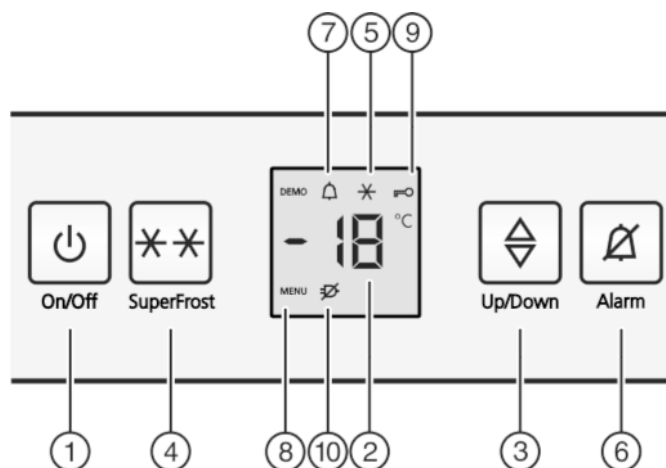

Fig. 2
- Appuyer sur la touche On/Off Fig. 2 (1).
- ▷ L'appareil est enclenché. L'affichage de la température et le symbole Alarme Fig. 2 (7) clignotent jusqu'à ce que la température soit suffisamment froide.
- ▶ Activer le mode de réglage : appuyer sur la touche SuperFrost Fig. 2 (4) pendant env. 5 secondes.
- ▷ Le symbole Menu Fig. 2 (8) apparaît dans l'affichage.
- ▶ Confirmez en appuyant brièvement sur la touche SuperFrost Fig. 2 (4).
- ▷ Le symbole Sécurité enfants Fig. 2 (9) s'allume dans l'affichage.
- ▶ Appuyer brièvement sur la touche On/Off Fig. 2 (1).
- ▷ Le symbole Sécurité enfants Fig. 2 (9) s'éteint.
- ▶ Appuyer sur la touche Alarme Fig. 2 (6).
L'affichage de la température clignote en même temps que le symbole Alarme Fig. 2 (7).
L'avertisseur sonore s'éteint automatiquement et le symbole Alarme Fig. 2 (7) et l'affichage de température arrêtent de clignoter lorsque la température est de nouveau suffisamment froide.